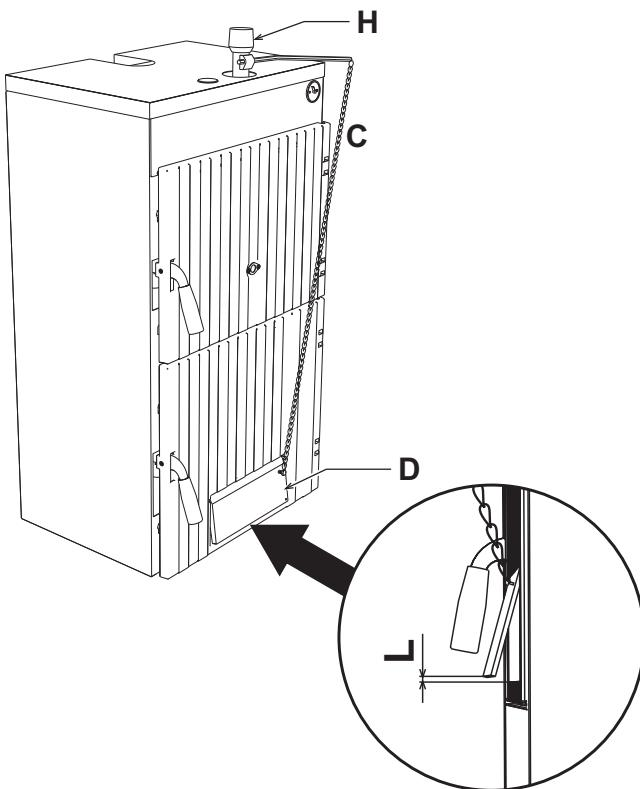

fig. 2 - Installation
2. Monter le régulateur thermostatique "H" fig. 2.
4. Régler la vis de réglage du volet de prise d'air de façon qu'avec le volet en appui il reste un passage d'air d'environ 1 - 2 mm maximum. Avec la chaudière froide, positionner le thermostat de réglage sur 60°. Accrocher la chaînette "C" à l'œillet "D" du volet de prise d'air, en réglant la longueur de façon que le passage de l'air "L" () soit environ 15 mm pour fig. 2 "coke III" et 2 mm pour "bois".
Tourner la vis de réglage du volet de prise d'air de manière à ce que lorsque ce dernier est appuyé, il reste toujours un passage d'air d'environ 1 - 2 mm maximum. Positionner le thermostat de réglage sur 60 °C alors que la chaudière est froide. Accrocher la chaînette à l'œillet approprié du volet de prise d'air : sa longueur doit être réglée de manière à ce que le passage de l'air "L" (fig. 2) soit de 15 mm environ pour le "coke III" et 2 mm pour le "bois".